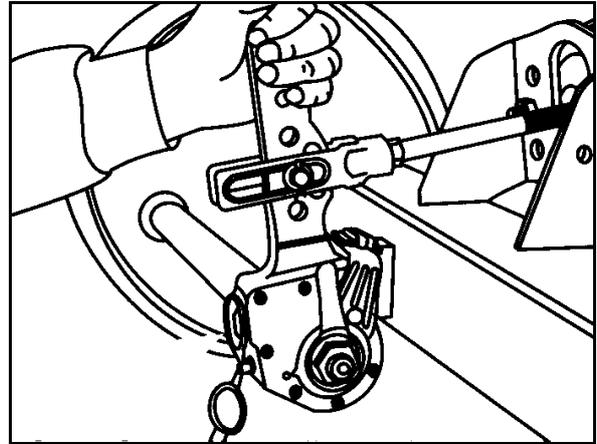

Рис. 99
Регулировочный рычаг нажмите рукой в напорную сторону (Рис. 99). При свободном ходе нажимной штанги телескопического мембранного цилиндра макс. 35 мм колесный тормоз необходимо регулировать.
2. Установочный винт (стрелка) поверните назад против часовой стрелки накладным гаечным ключом (Рис. 99) прибл. на  $\frac{3}{4}$  оборота. Должен быть свободный ход минимум 50 мм, при длине рычага - 150 мм.